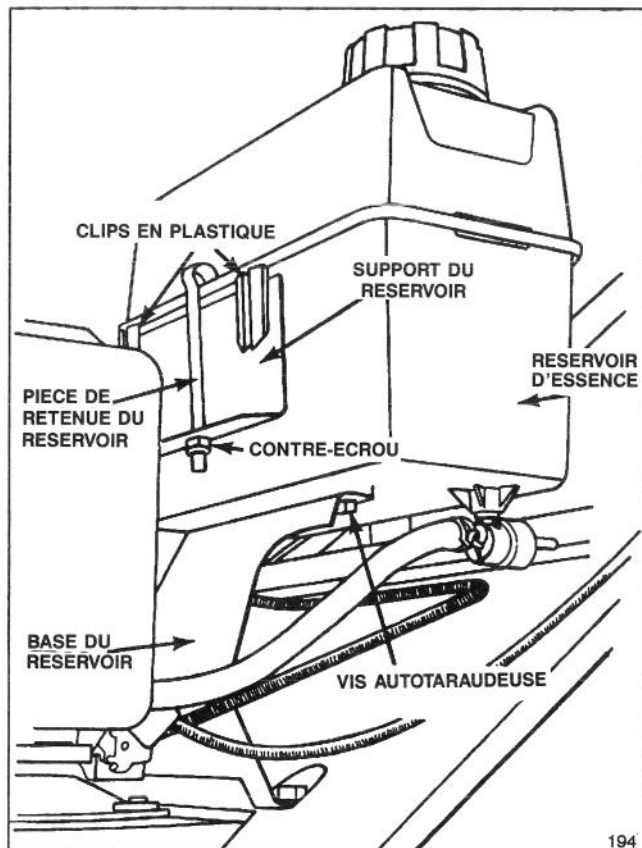

Figure 6
2. Accrochez les clips en matière plastique de l'arrière du réservoir sur le support du réservoir (figure 6).
3. Fixez le réservoir sur sa base avec deux vis autotaraudeuses (figure 6), sans trop serrer.
4. Accrochez la pièce de retenue du réservoir sur celui-ci et insérez l'extrémité de cette pièce dans le trou du support du réservoir. Fixez la pièce de retenue au support avec un contre-écrou (figure 6), sans trop serrer.